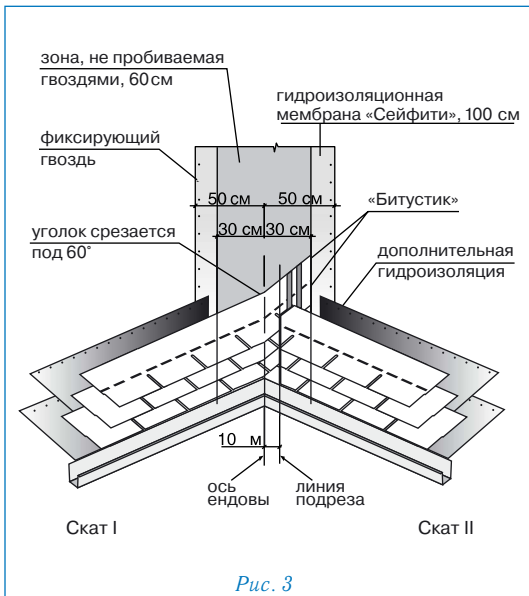

Рис. 3
Ендова (рис.3)
- на прилегающем скате (II) вдоль оси ендовы на расстоянии 30 см от нее отбивается линия;
- лист, подходящий к ендове со ската II, должен доходить до линии подрезки и обрезаться по ней. Верхний уголок обрезанного края листа подрезается под углом 60° (5 x 3 см - рис. 3);